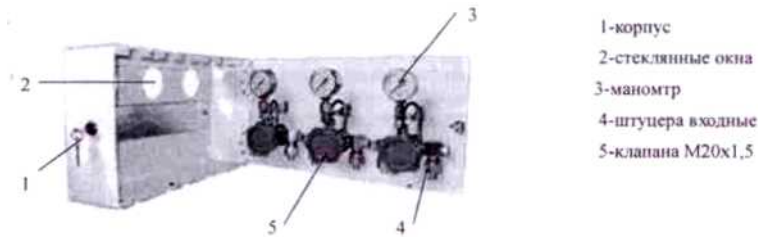

Рис.1 Поэтажная отключающая коробка УГВ-4/3
4.1 Внешний вид позтажной отключающей коробки показан на рис. 1